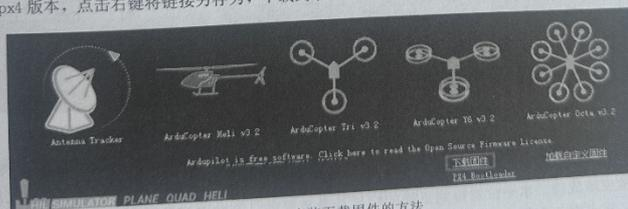
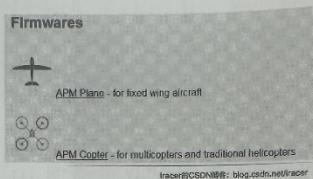

图 5-6 安装下载固件的方法
图 5-7 固件模式选择
b. 安装下载的固件。通过单击地面站安装固件页面中的“下载固件”按钮，打开官方下载服务器，如图 5-6 所示。官方软件下载地址：<http://firmware.ardupilot.org/>。选择固件 Firmware 中的 APM Copter（多旋翼和传统直升机固件），如图 5-7 所示。打开固件下载页面：建议使用稳定版，点击 stable，进入稳定版下载（网址）：<http://firmware.ardupilot.org/Copter/stable/>，如图 5-8 所示。其中，固件版本含义如下：PX4 对应飞控；heli 表示直升机；hexa 表示 6 轴；octa 表示 8 轴；octa-quad 表示 4 个机臂，上下两层供 8 台马达的 8 轴；quad 表示 4 轴；tri 表示 3 轴。点击 PX4-quad/进入下载页面，如图 5-9 所示；选择 v2.px4 版本，点击右键将链接另存为，下载到本机。